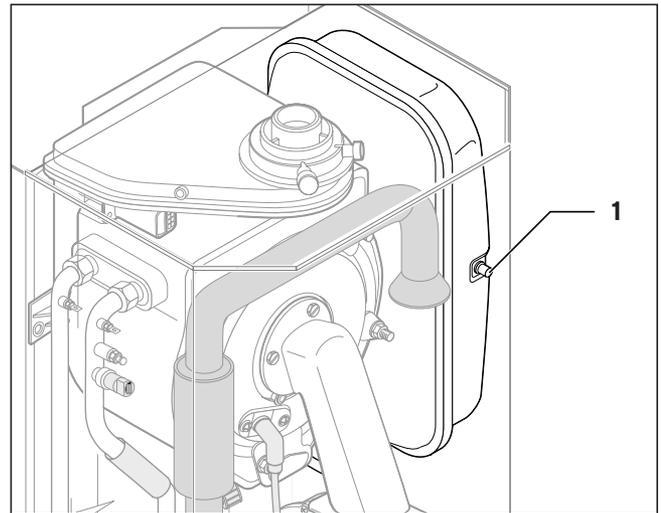

Abb. 7.7 Ausdehnungsgefäß-Vordruck prüfen
- Messen Sie den Vordruck des Ausdehnungsgefäßes bei drucklosem Gerät am Prüfstutzen (1) des Gefäßes.
- Tritt am Prüfstutzen (1) (Abb. 7.7) des Ausdehnungsgefäßes Wasser aus, muss das Gefäß ausgetauscht werden.